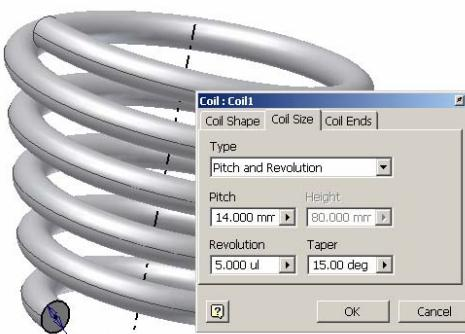

Figura 1.6.20.
Comanda **Coil** permite generarea unor entități de tip elice. Comanda necesită un contur și o axă, figura 1.6.20 ... 1.6.22. Prin extragere dintr-un cilindru se pot genera și filete, figura 1.6.23.
- **Taper** – unghi de conicitate al elicei, figura 1.6.20.